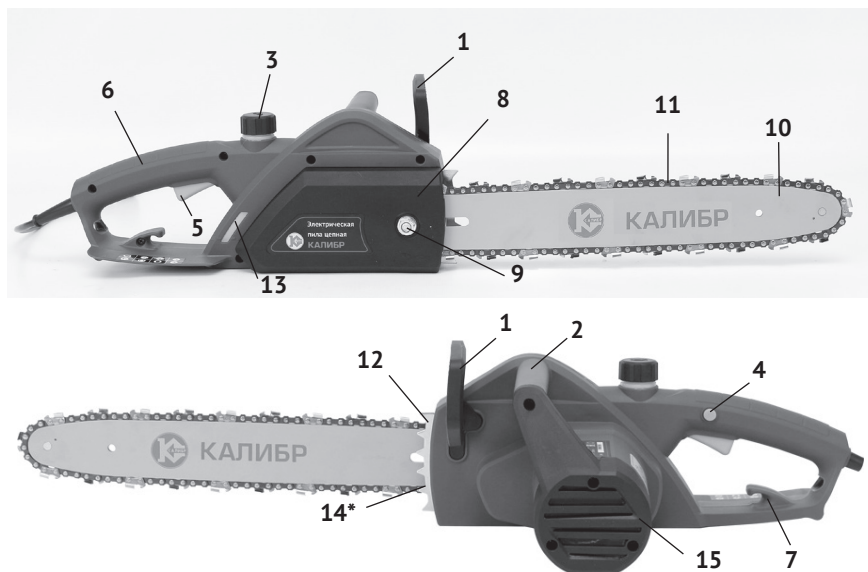

рис. 1
Привод цепи осуществляется однофазным коллекторным электродвигателем. Рабочим органом пилы является пильный аппарат, состоящий из бесконечной (замкнутой) пильной цепи (рис.1 поз.11), бегущей по направляющей шине (рис.1 поз.10).
1.3 Включение пилы в работу осуществляется нажатием на клавишу выключателя (рис.1 поз.5). Выключатель имеет блокировку от случайного включения. Нажатием кнопки (рис.1 поз.4, слева на задней рукоятке), клавиша выключателя разблокируется. После нажатия на клавишу выключателя (рис.1 поз.5), ведущая
На правой половине корпуса находится крышка шины (рис.1 поз.8). На ней расположены гайка фиксации (рис.1 поз.9) крышки и направляющей шины с цепью.
Рядом с крышкой шины находится окно контроля уровня масла (рис.1 поз.13).
- открутив гайку фиксации крышки шины (рис.1 поз.9), снять крышку шины;
- пильную цепь (рис.1 поз.11) наденьте на ведущую звёздочку. Уложите верхнюю часть цепи в паз шины, пропустите цепь между зубцами ведомой звёздочки на переднем конце шины;
- слегка натяните цепь винтом (рис.1 поз.14), вращением по часовой стрелке;
- установите крышку шины и слегка затяните гайку фиксации (рис.1 поз.9).
Регулировка натяжения цепи производится винтом (рис.1 поз.14) при осла-
бленной гайке крепления шины (рис.1 поз.9):
- отверните пробку маслобака (рис.1 поз.3);
- заполните бак маслом до верхней части окна (рис.1 поз.13, следите за тем, чтобы в бак не попала грязь);